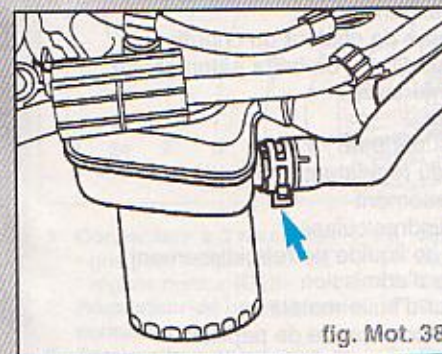

fig. Mot. 38
- Débrancher en plus la durite sur le radiateur d'huile pour vidanger le liquide de refroidissement du moteur (fig. Mot. 38) (moteurs 1,6 l & 1,8 l).